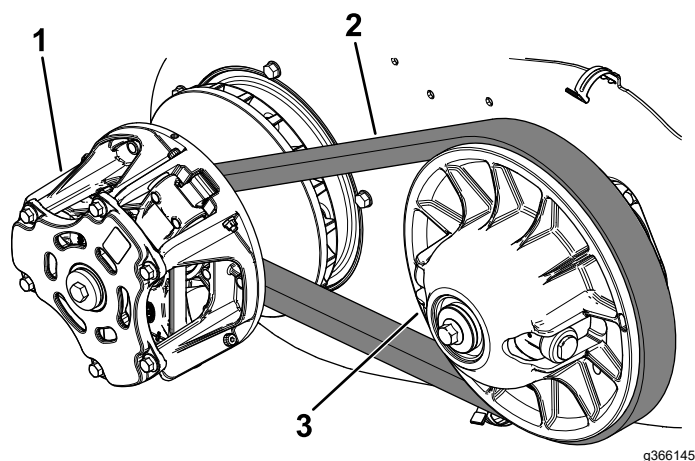

Figure 125
6. Faites tourner la courroie (Figure 125) pour vérifier qu'elle n'est pas excessivement usée ou endommagée.
7. Nettoyez soigneusement les embrayages à l'air comprimé (Figure 125).
6. Tirez sur le haut de la courroie pour écarter l'embrayage secondaire, puis faites tourner et acheminez la courroie par-dessus l'embrayage secondaire (Figure 125).
7. Enlevez la courroie de l'embrayage primaire (Figure 125).
8. Placez la courroie neuve sur l'embrayage principal (Figure 125).
9. Faites tourner la courroie et faites-la passer sur l'embrayage secondaire (Figure 125).